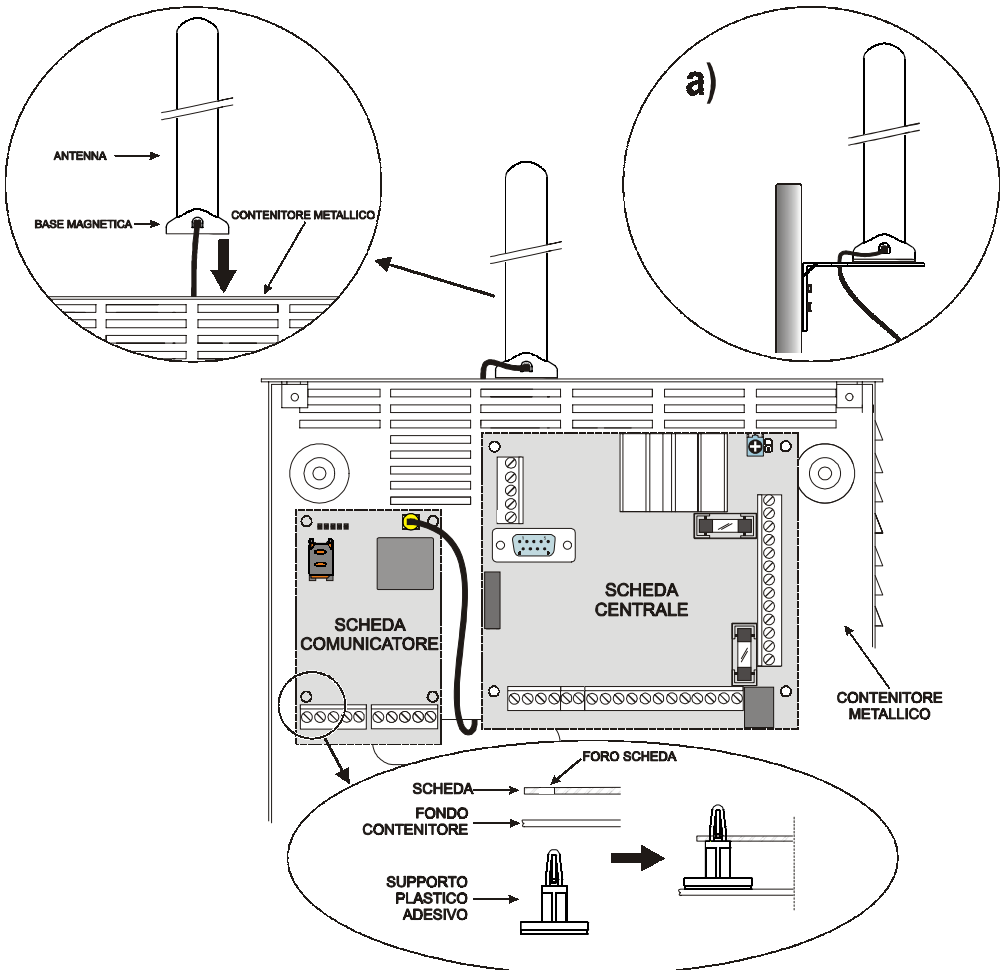

Fig. 2 - Montaggio scheda all'interno della centrale
- 4a. Posizionare l'antenna con il cavo da 25 cm o l'antenna con il cavo da 2 m [1] sopra il contenitore metallico (Fig.2) in maniera che la base magnetica [2] aderisca con la superficie. Passare il cavetto dell'antenna attraverso un'apertura per il passaggio cavi.